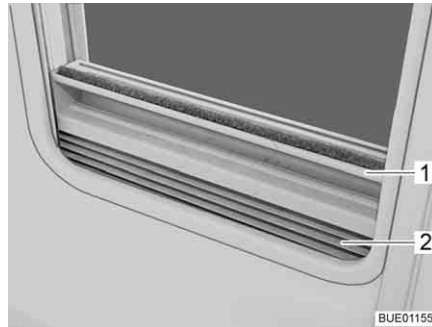

Bild 46 Plisségardin
- Ta tag i mitten på plisségardinens (Bild 46,2) list (Bild 46,1) och drag den nerifån och upp och släpp loss den vid önskad höjd. Plisségardinens stannar på denna höjd.